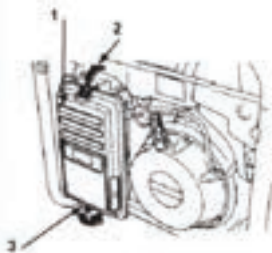
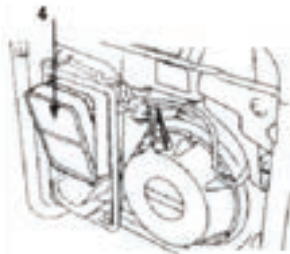

Рис.6. Снятие воздушного фильтра
Рис.7. Снятие фильтрующего элемента
8.8.1. Отстегнуть зажимы (2,3) крышки воздушного фильтра (1), см.рис.6, снять крышку и достать фильтрующий элемент (5), см.рис.7.